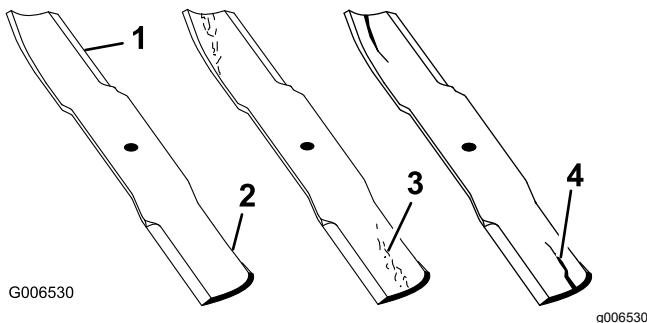

Figura 113
- Inspecione as extremidades de corte (Figura 113).
- Se verificar quaisquer fissuras, desgaste, ou a formação de ranhuras nesta área instale imediatamente uma lâmina nova (Figura 113).